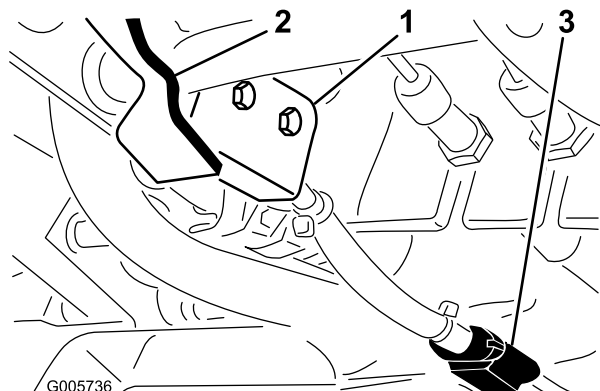

Figure 72
1. Un espace d'environ 1,6 mm doit exister entre la palette de pivot de l'axe du frein de stationnement et la base du contacteur de sécurité (Figure 72) (la palette ne doit pas toucher le contacteur).